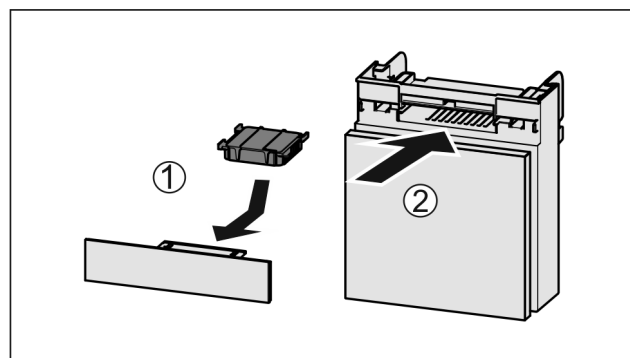

Fig. 94
- Inserire il vano Fig. 94 (2).